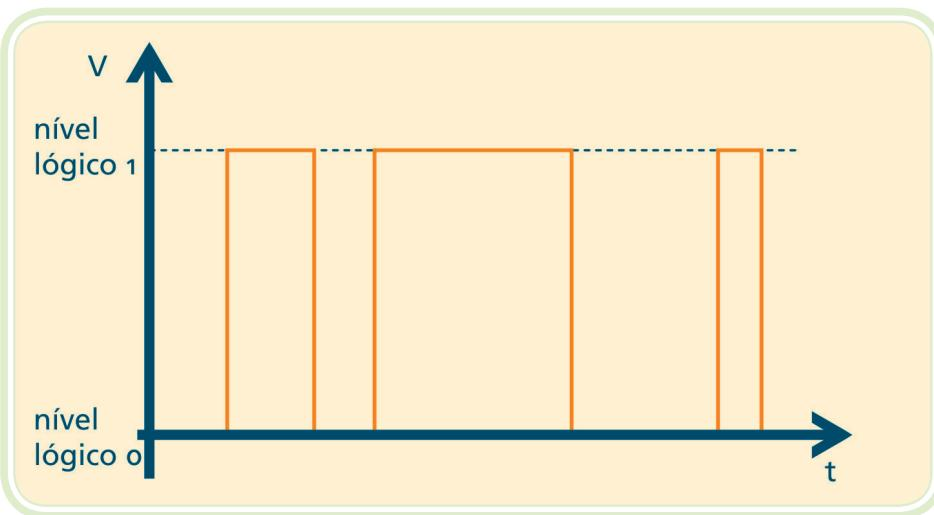

Figura 9.3: Sinal digital
- b) Sinal digital** – sinal que tem uma variação por saltos de uma forma des-contínua (Figura 9.3).